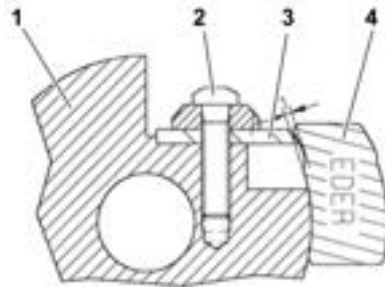

Fig. 17 : Remplacement des copeaux sur le rabot fraise
- > Desserrez légèrement la vis du copeau (2 - Fig. 17).
- > Placez la jauge à copeaux (4 - Fig. 17) sur la tête de fraisage (1 - Fig. 17) et faites glisser le copeau (3 - Fig. 17) contre la jauge jusqu'à ce qu'il touche la zone encochée.